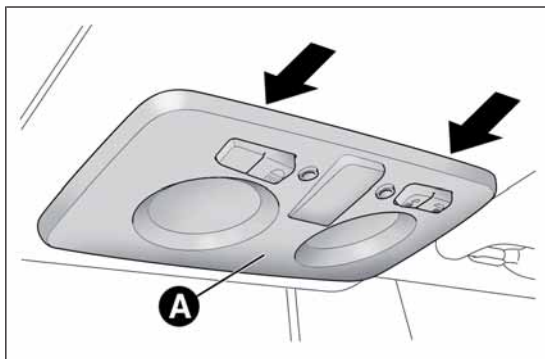
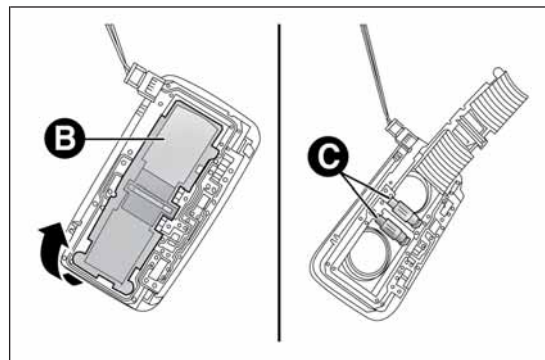

РИС. 142
РИС. 143
- снимите плафон А РИС. 142, действуя в показанных стрелками точках;
- откройте крышку В РИС. 143, замените лампы С, отсоединив их от боковых контактов. Проверьте, чтобы новые лампы были правильно зажаты контактами;
- закройте крышку В РИС. 143 и поставьте плафон А РИС. 142 на место; проверьте, чтобы плафон был хорошо закреплен.